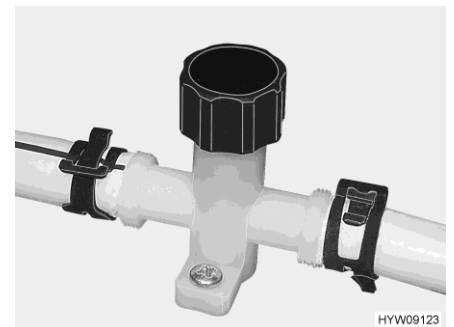

Fig. 108 Robinet de vidange (conduite d'eau)
- Fermer les robinets de vidange. Tourner pour cela le capuchon du robinet de vidange (Fig. 108) dans le sens des aiguilles d'une montre.